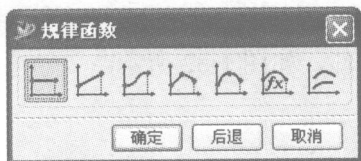

图 1-25 规律函数对话框
- 选择【半径方式】为【使用准则线】方法，系统弹出如图 1-25 所示的对话框，用于使用规律函数定义半径。